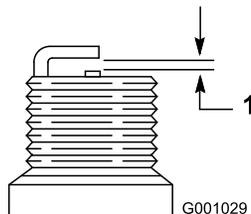

Bild 54
- Stellen Sie den Abstand der Elektroden an der neuen Zündkerze auf 0,76 mm (Bild 54).